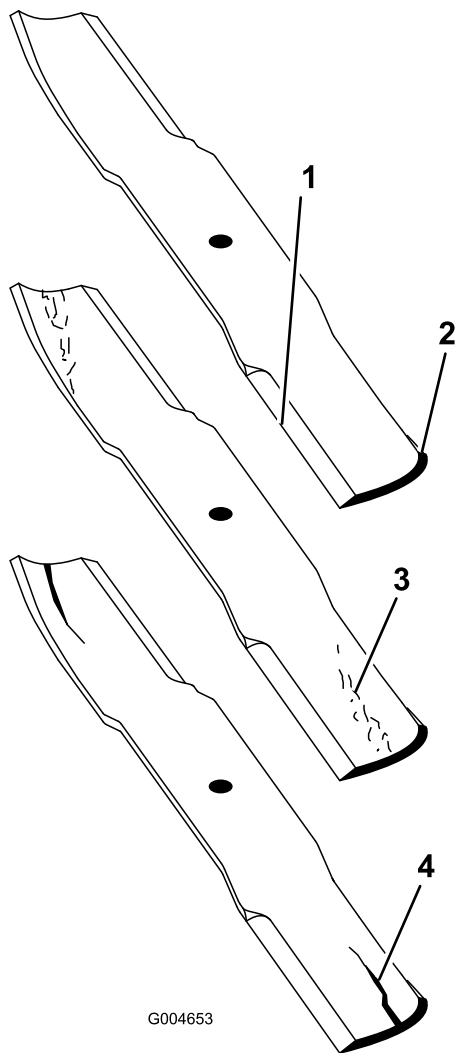

Bild 89
2. Prüfen Sie die Schnittkanten des Messers sorgfältig, insbesondere dort, wo die geraden Flächen die gebogenen berühren (Bild 89).
Hinweis: Da Sand und anderes reibendes Material das Metall abschleifen kann, das die flachen mit den gebogenen Teilen verbindet, müssen Sie das Messer vor jedem Einsatz des Rasenmähers prüfen. Wenn Sie Abnutzungen (Bild 89) feststellen, sollten Sie das Messer auswechseln.